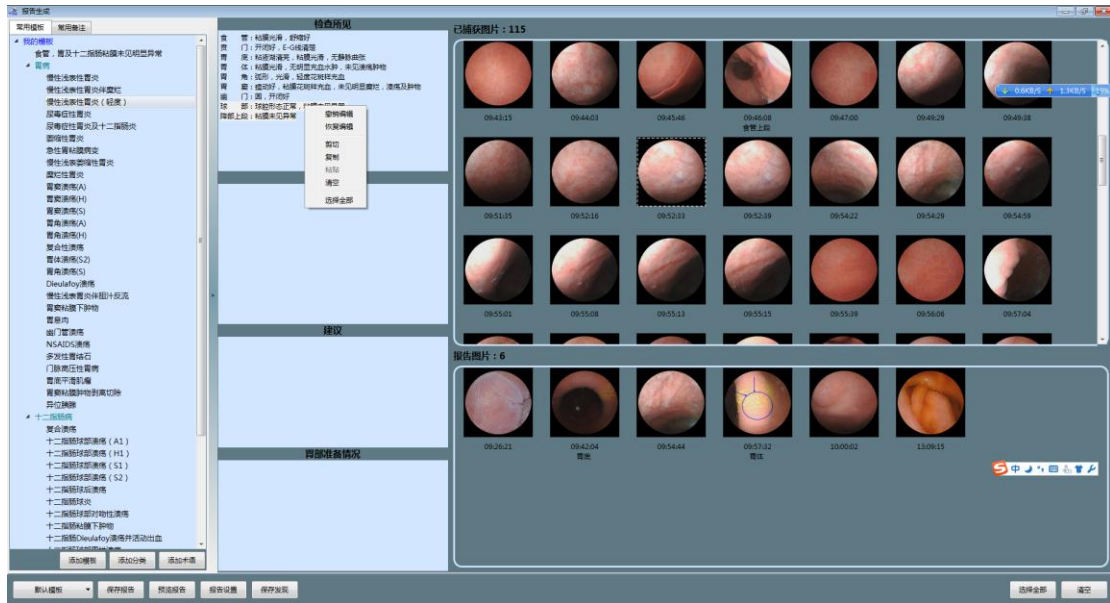

图 4-107 鼠标右键的文字编辑功能
6. 点击诊断信息的各输入框，点击右键，可以使用右键菜单中的撤销编辑、恢复编辑、剪切、复制、粘贴、清空、选择全部等菜单进行各对应功能的操作。如图 4-107。